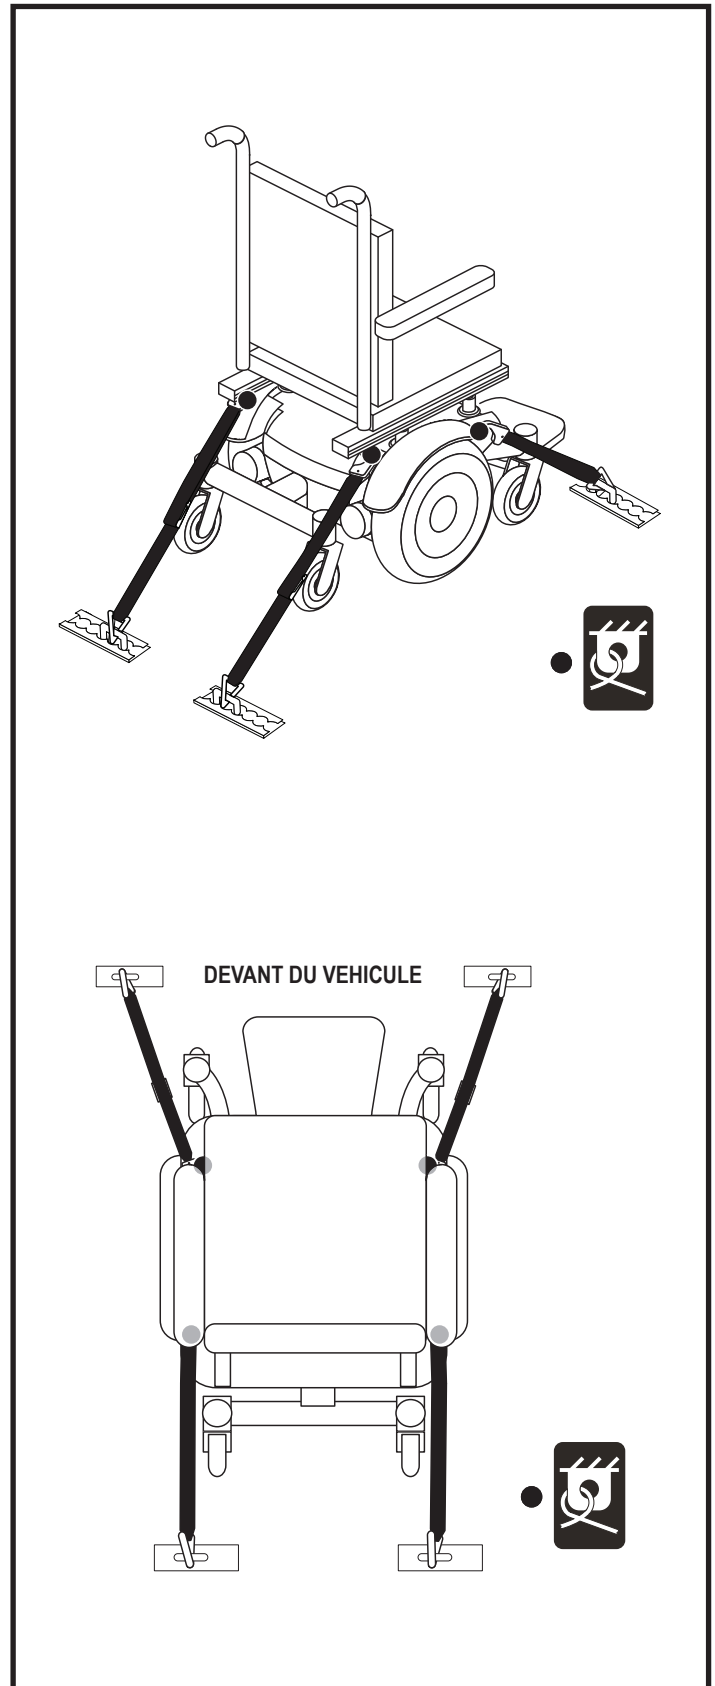

Figure 7. Points d'ancrage pour fauteuil motorisé non occupé
- Positionnez les points d'ancrage arrière des courroies directement derrière le fauteuil motorisé. Les points d'ancrage avant sont disposés plus loin de chaque côté du fauteuil motorisé afin d'augmenter la stabilité latérale. **Voir la figure 7.**